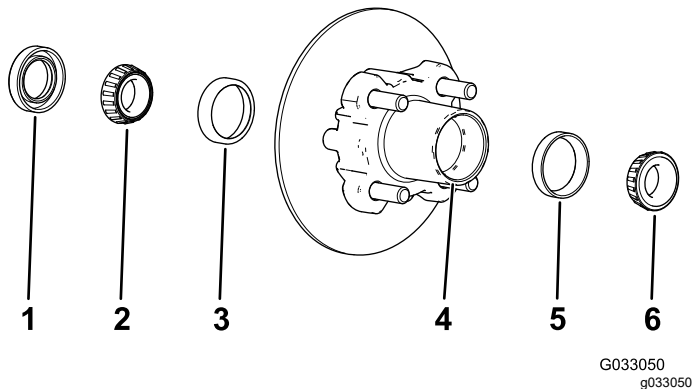

図 30
1. ハブから外側のベアリングとベアリングレースを取る 図 30。
2. ハブから、シール、内側のベアリングを外す 図 30。
5. ハブについているグリス、ごみなどをきれいに取り除く 図 30。
7. キャビティの50-80 %程度にグリスを詰める 図 30。
8. ハブの内側に内側ベアリングを取り付け、シールをはめる 図 30。